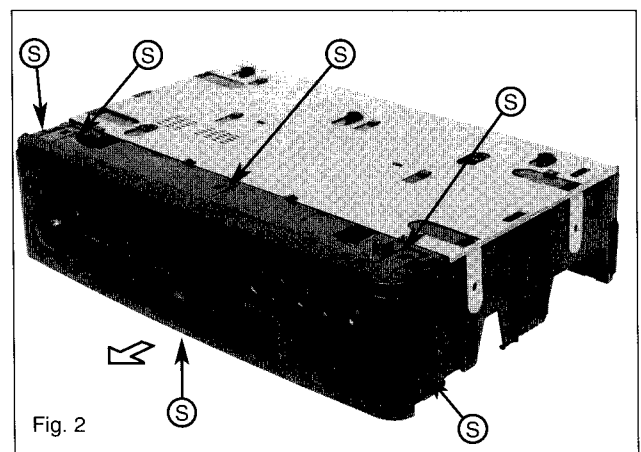

Fig. 2
2. Bodenplatte (Fig. 2)
3. Frontpanel (Fig. 2)